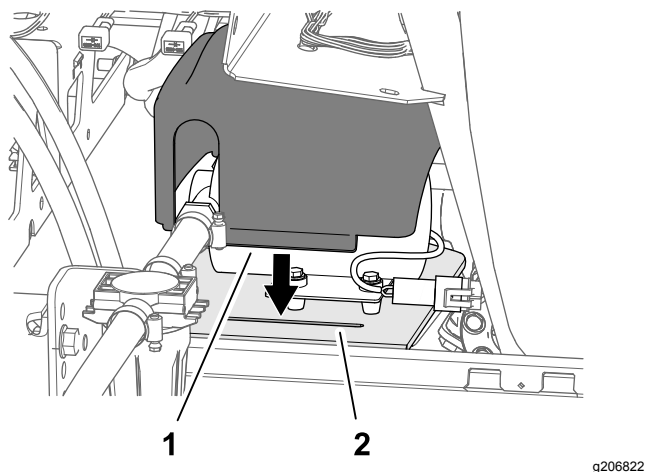

Рисунок 32
1. Установите крышку насоса промывочного бака, как показано на (Рисунок 32).
2. Вставьте 2 выступа на крышке в 2 паза в посадочной плите рамы бака (Рисунок 32).